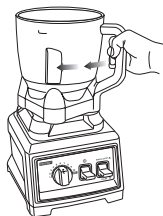

Fig. 16
- 4 Gire el tazón en sentido horario todo lo que pueda para trazarla en su lugar. (Fig. 16)